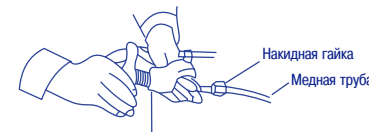

Рис. 21
- Наденьте приспособление для развальцовки на трубу (рис. 21).